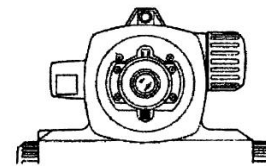

Рис. 7.8
3) Снимите защитный кожух юстировочных винтов сетки нитей (рис. 7.8).